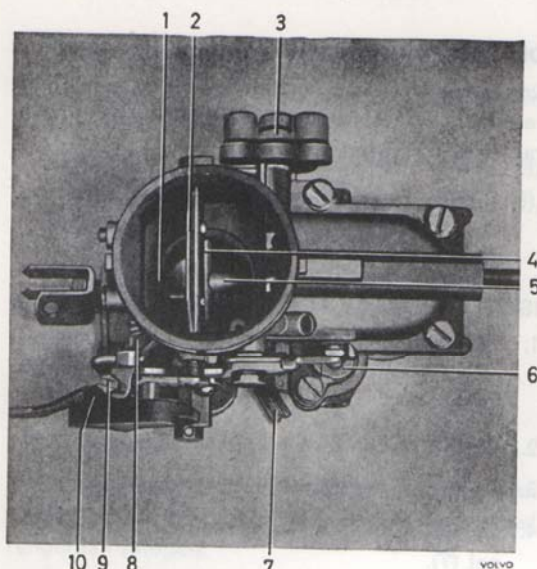

Bild 85. Luftkonans läge
- Blandningskammarens spets (5, bild 85) skall ligga an mot tvärstaget på luftkonan. Om så ej är fallet lossas luftkonans skruv och läget justeras.
Pumpkollen kan ställas in för kort eller långt slag genom brickan (6, bild 85). Vid ändring lyftes brickan och vrides ett halvt varv. Normal inställning är kort slag, den högsta kammern på brickan vänd mot fjädern på hävarmen.
Skruva ur snabbtomgångsskruven (9, bild 85) så långt att den ligger plant med sin konsol, på undersidan. Skruva därpå ned skruven 3,5 varv. Skjut in chokereglaget.
1. Ställ tomgångsvarvtalet till 500–700 v/m, med skruven vid spjällhävarmen (8, bild 85).
2. Justera bränsleluftblandningen med volymskruven (7). Skruva först skruven inåt (magrare blandning) så att motorn börjar gå ojämnt, därefter sakta utåt så att jämn och lugn gång erhålles.